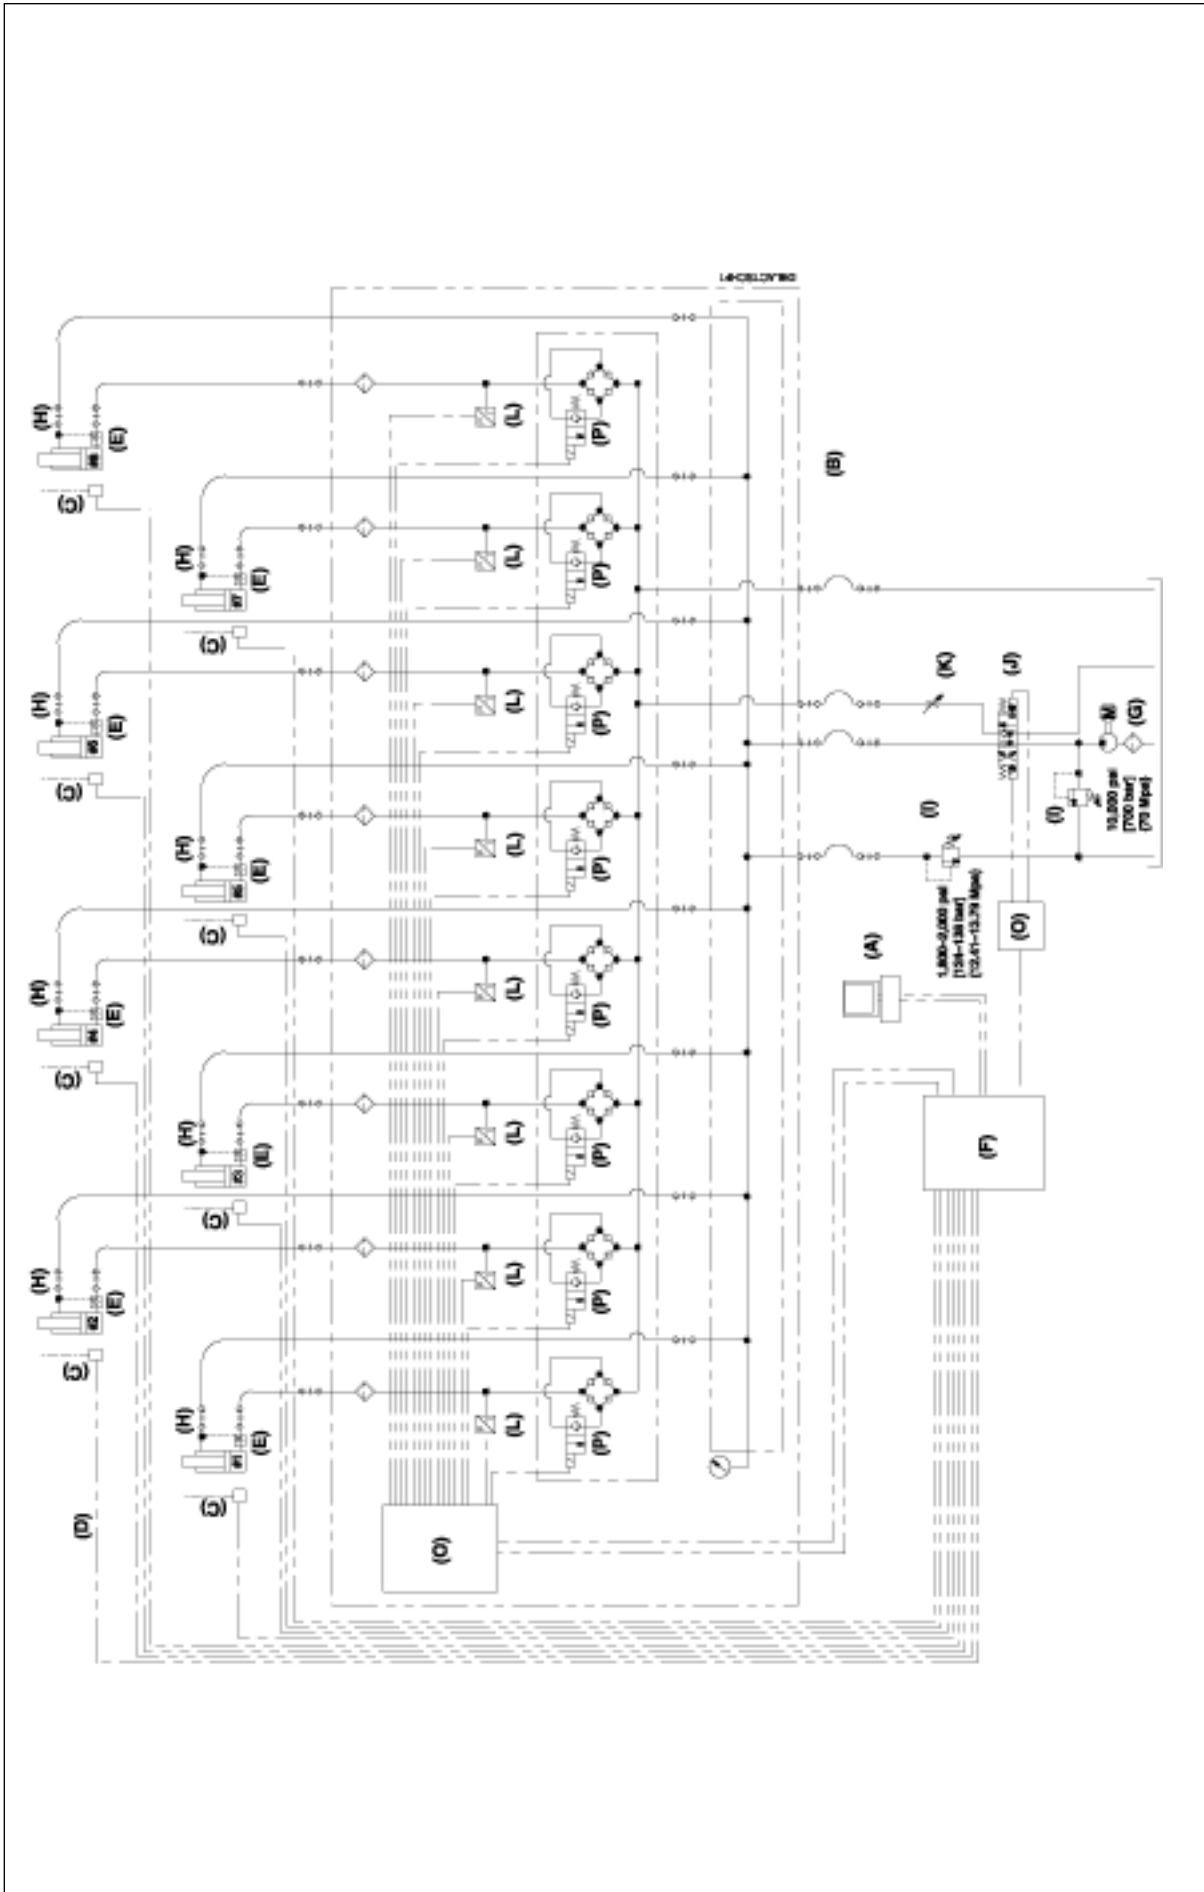
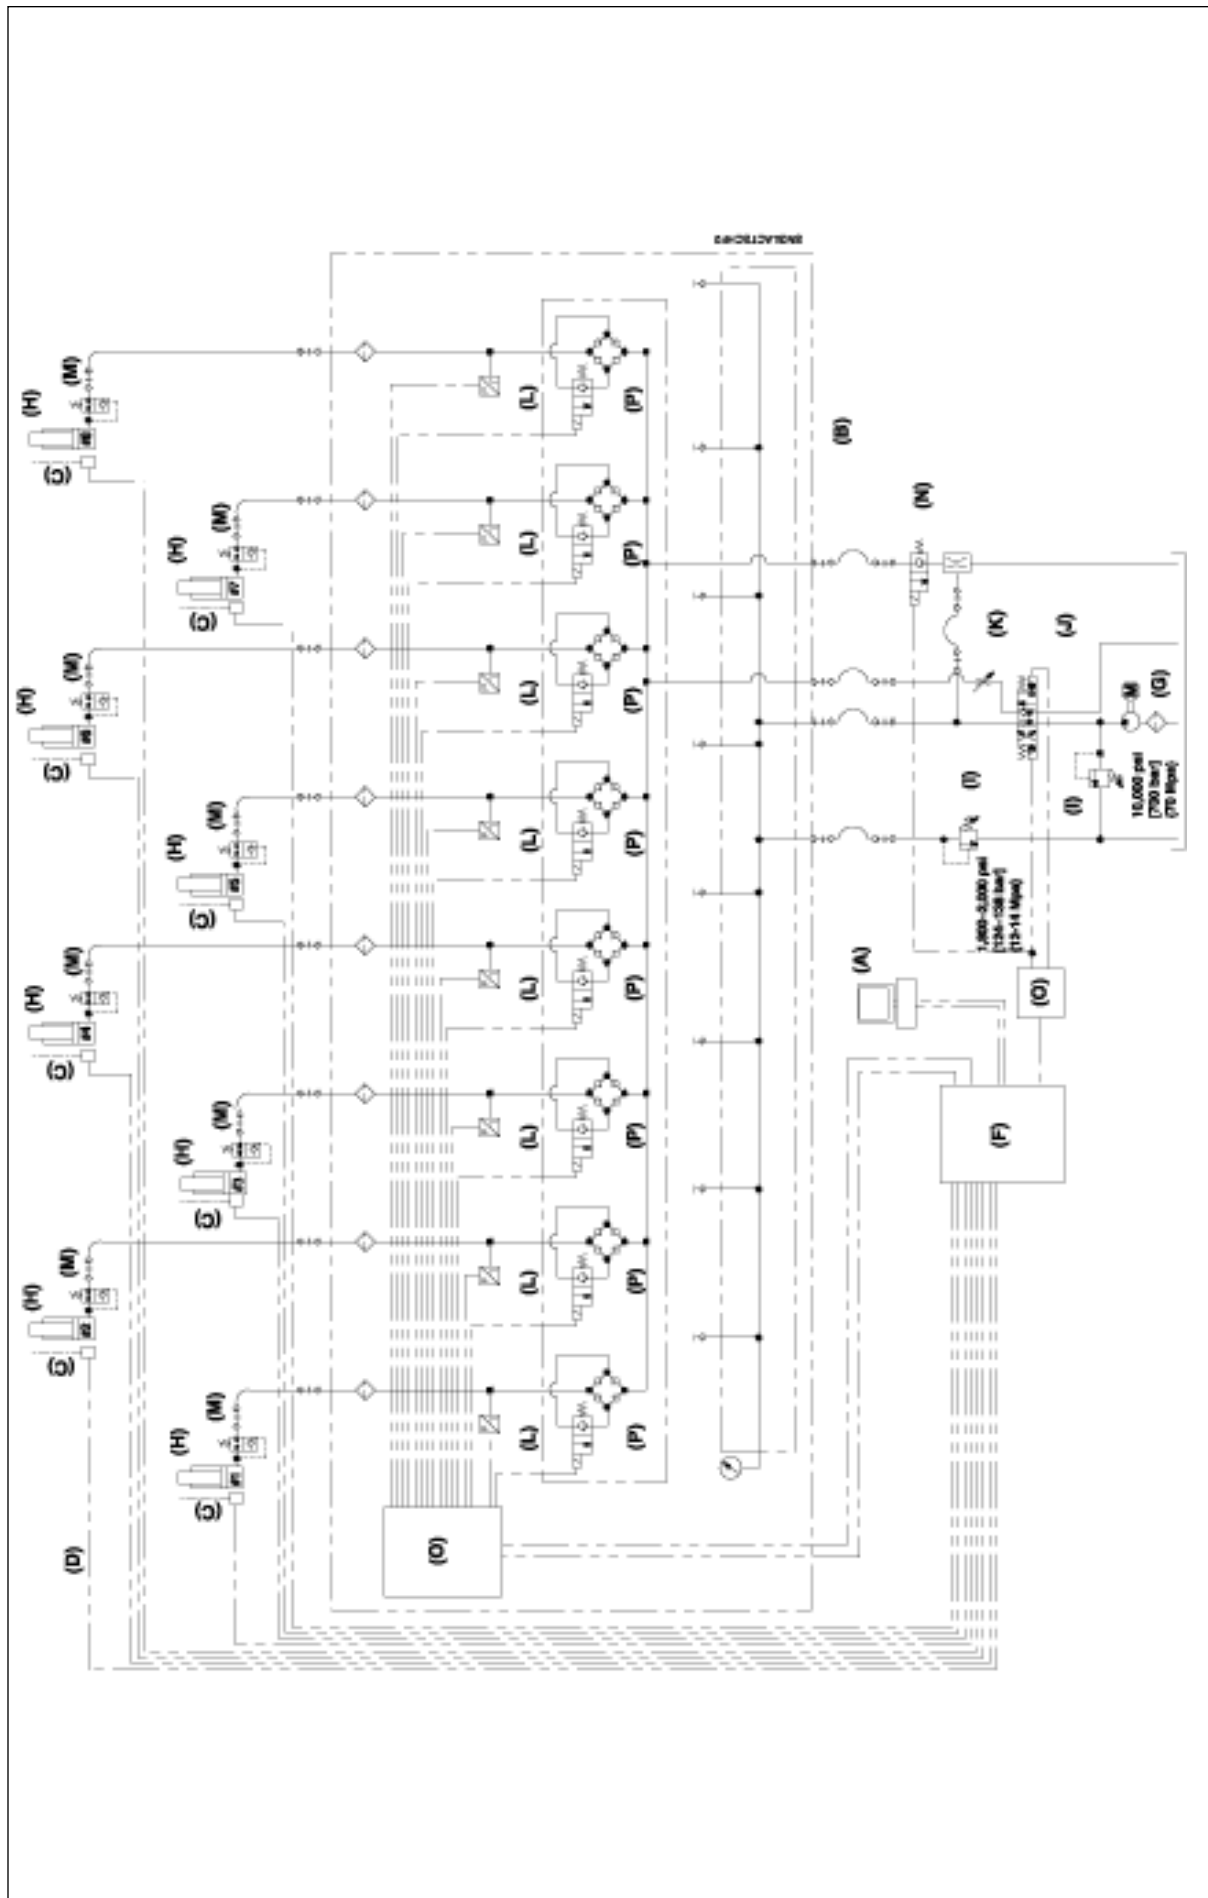

図1 横動シリンドを使った8 ポイントジャッキアップシステム
図 2 単動シリンダを使った8ポイントジェットポンプシステム
エナバックパソコンコントロール同調ジャッキアップの標準構成部品の概要を次に示します。典型的な 8 ポイントジャッキアップシステムを 図 1 および 図 2 に示します。
8.0 油圧構成部品組立 (図1と2参照)
全シリンダの上昇ラインは、個々の方向制御バルブを含む共通マニホールドから接続します（図1と2参照）。どのシリンダがマニホールドのどのポートに接続されるかについて注意が必要です。
全シリンダの下降ラインは、共通の下降マニホールドに接続します。次に、下降マニホールドを方向制御弁の下降ポートに接続します。エナバック VSP-424の場合、このポートには「B」のラベルが付けられています。一番上のポートです。V-152を使って、戻りポートに 12.4-13.8 Mpa (1,800-2,000 psi) を設定します。（図1と2参照）
(図1と2参照)